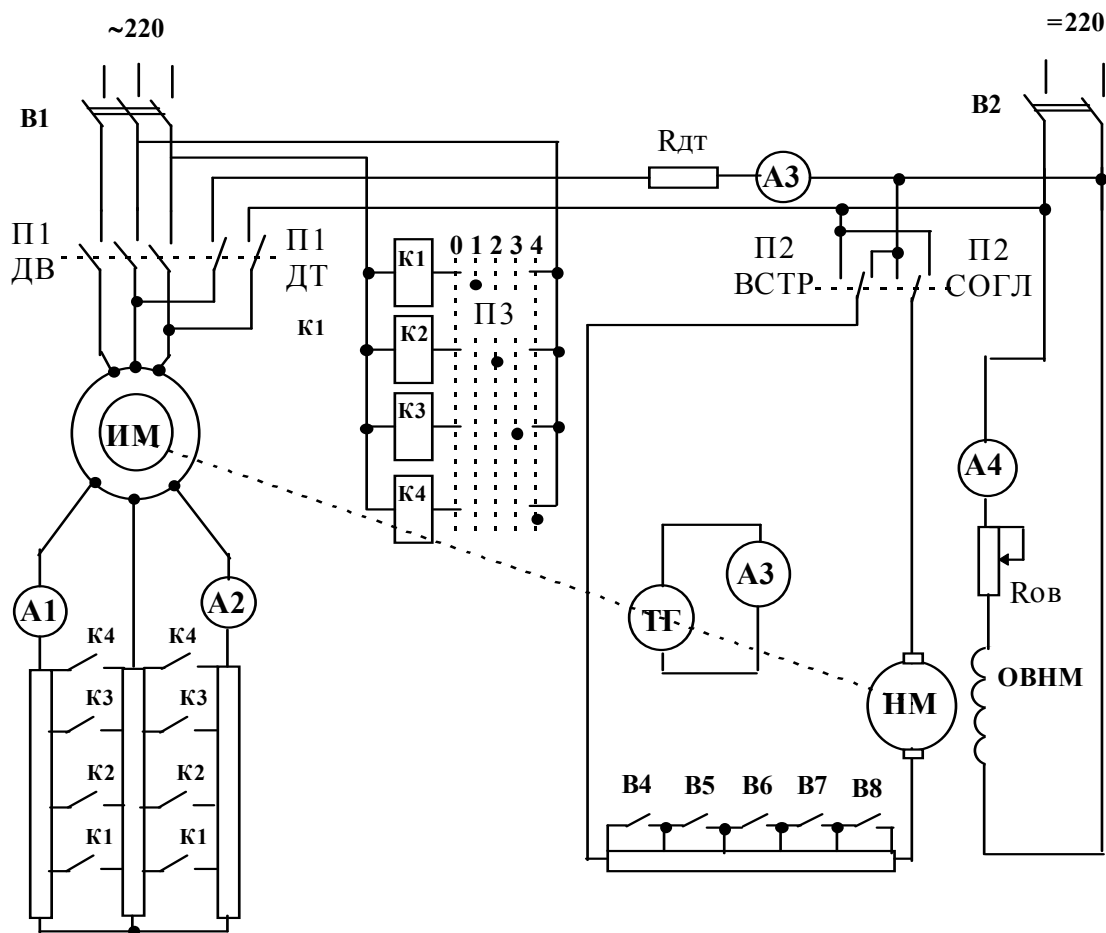

Рис. 2.1. Електрична схема лабораторної установки
Електричну схему лабораторної установки наведено на рис. 2.1.
- Електрична схема лабораторної установки (рис.2.1).